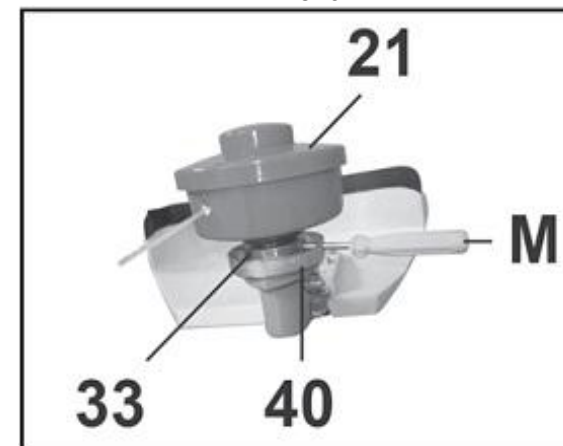

Рис. 7
6.5.2. В направлении по часовой стрелке накрутите триммерную катушку (21) (Рис. 7).